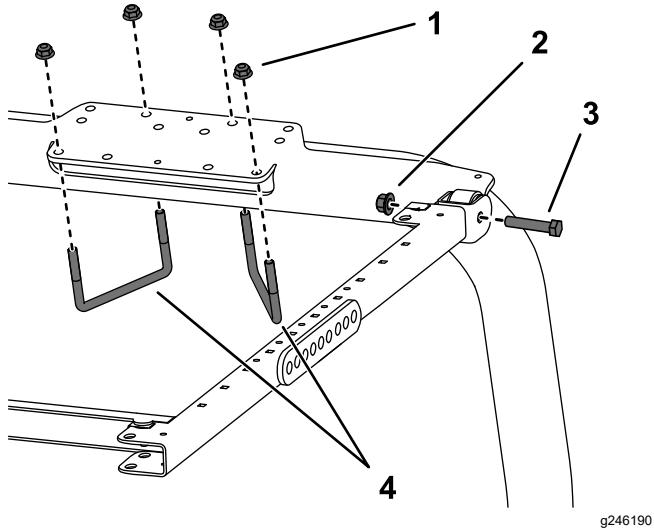

図 42
- ROPS 取り付けブラケットを、トラクションユニット ROPS の上部にセットする図 42。ROPS が ROPS 取り付けブラケットの中央にあることを確認してください。
- 図 42 に示されている取り付け穴を利用して、ROPS 取り付けブラケットを ROPS 上部に取り付ける U ボルト 4-1/2 x 2-3/4" 2 本とフランジナット 4 個を使用する。